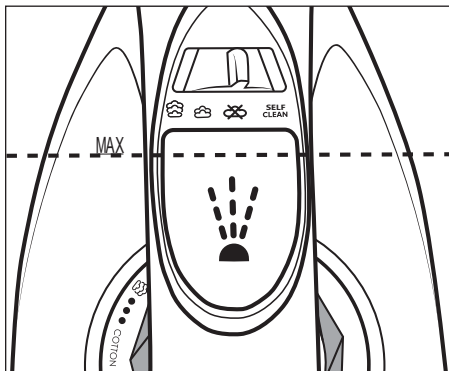

Fig. 1
- 3) Utilizando o copo de medição **11**, encha o depósito de água  **2**, no máximo até à marcação **MAX** (ver fig. 1).